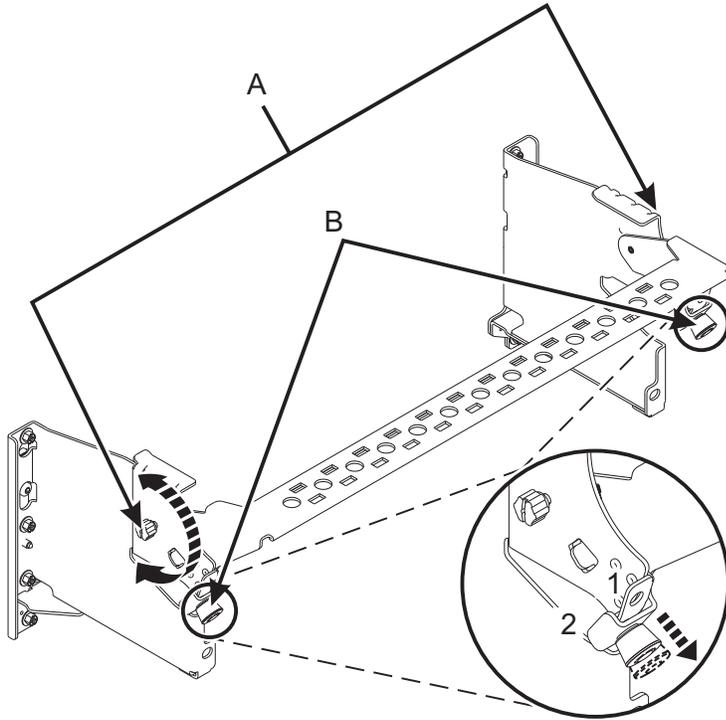

Abbildung 36. Kabelführungshalterung in Betriebsposition bringen
6. Bringen Sie die Kabelführungshalterung in die Betriebsposition. Siehe Abb. 36 auf Seite 37.